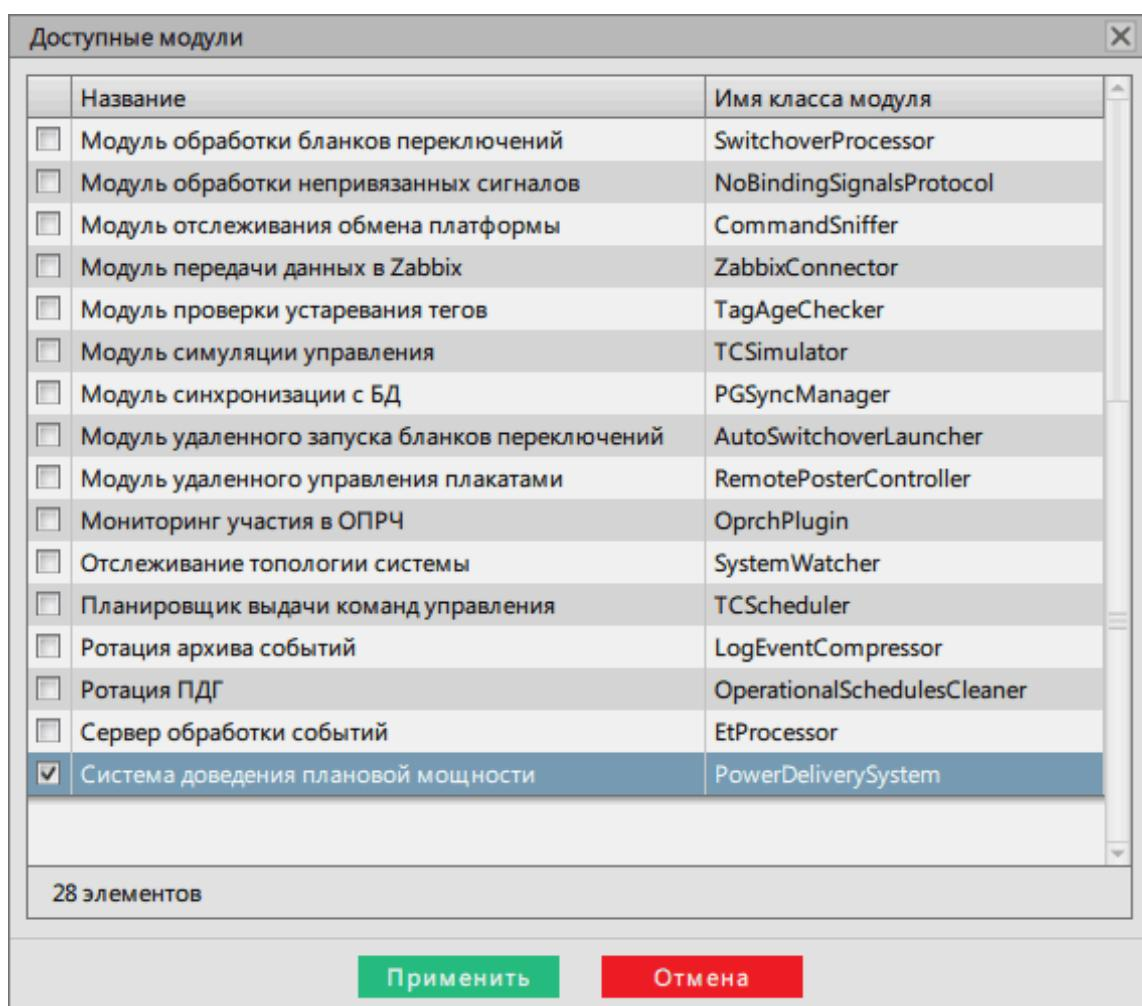

Рисунок 455 - Система доведения плановой мощности
6. Перейдите на вкладку Настройки узла и внутри в сервисных узлах (*Redkit\_System\_Service* или *Redkit\_Master* и *Redkit\_Slave*, в зависимости от типа конфигурации) добавьте модуль Система доведения плановой мощности (Рисунок 455).